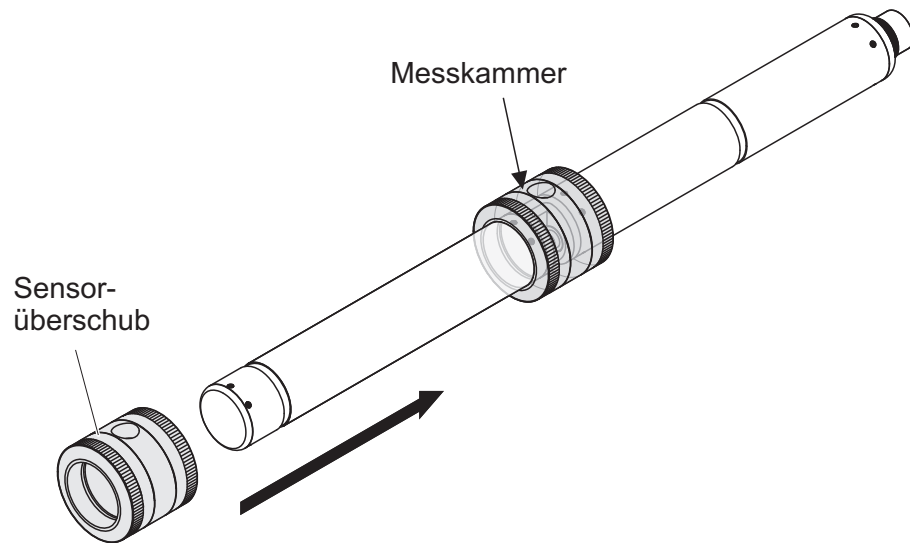

Bild 4-4 Sensorüberschub auf Sensor aufstecken
9. Sensor waagrecht auf einen festen und vibrationsfreien Untergrund stellen. Die Einfüllöffnung des Sensorüberschubs nach oben drehen (Bild 4-4).